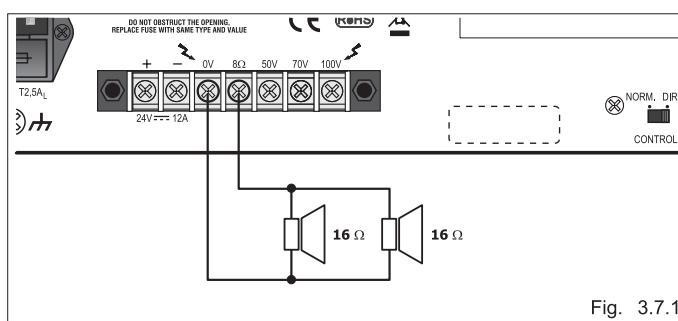
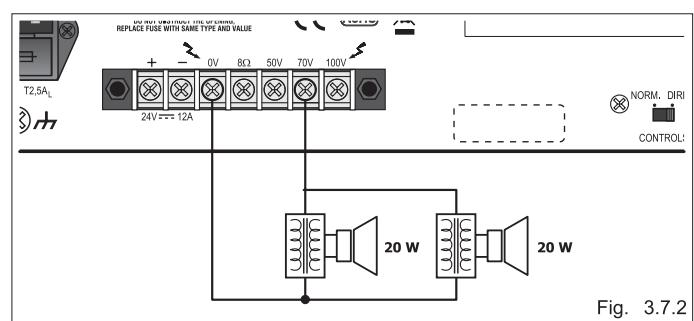

Fig. 3.7.1
Fig. 3.7.2
Le uscite di potenza per i diffusori sono disponibili sulla morsettiera (8). È possibile realizzare un impianto di diffusione sonora utilizzando sia diffusori a bassa impedenza (fig. 3.7.1), sia diffusori dotati di traslatore di linea (fig. 3.7.2). In entrambi i casi, il carico complessivo non deve essere tale da sovraccaricare l'amplificatore: non applicare cioè diffusori o gruppi di diffusori con impedenza più bassa di quella nominale della presa alla quale sono collegati.
The power outputs for the loudspeakers are available on the terminal strip (8). It is possible to set up a sound-broadcasting system using either low-impedance loudspeakers (fig. 3.7.1) or loudspeakers equipped with a line transformer (fig. 3.7.2). In both cases the overall load must not be such as to overload the amplifier. This means that you must not apply loudspeakers or groups of loudspeakers with an impedance lower than the rated impedance of the socket to which they are connected.